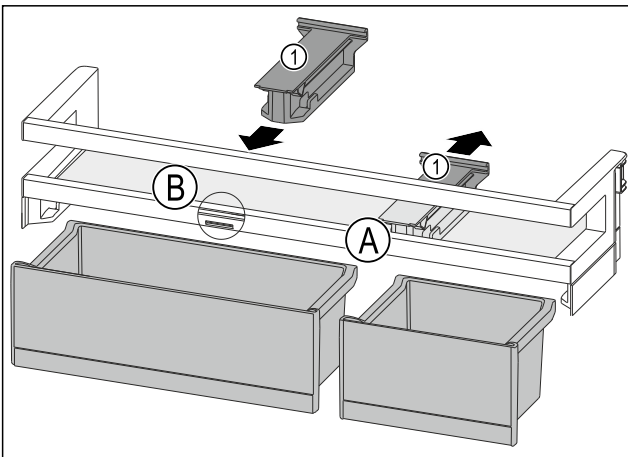

Fig. 116
- ▶ Halteteil Fig. 116 (1) in Position Fig. 116 (A) nach hinten abziehen.
- ▶ Halteteil Fig. 116 (1) in Position Fig. 116 (B) einsetzen.